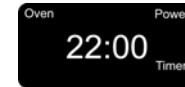

Fig. 8
3. Presione el botón "Timer/Temp" y luego las flechas hacia arriba o hacia abajo para seleccionar el tiempo deseado de cocción. (Fig. 8)